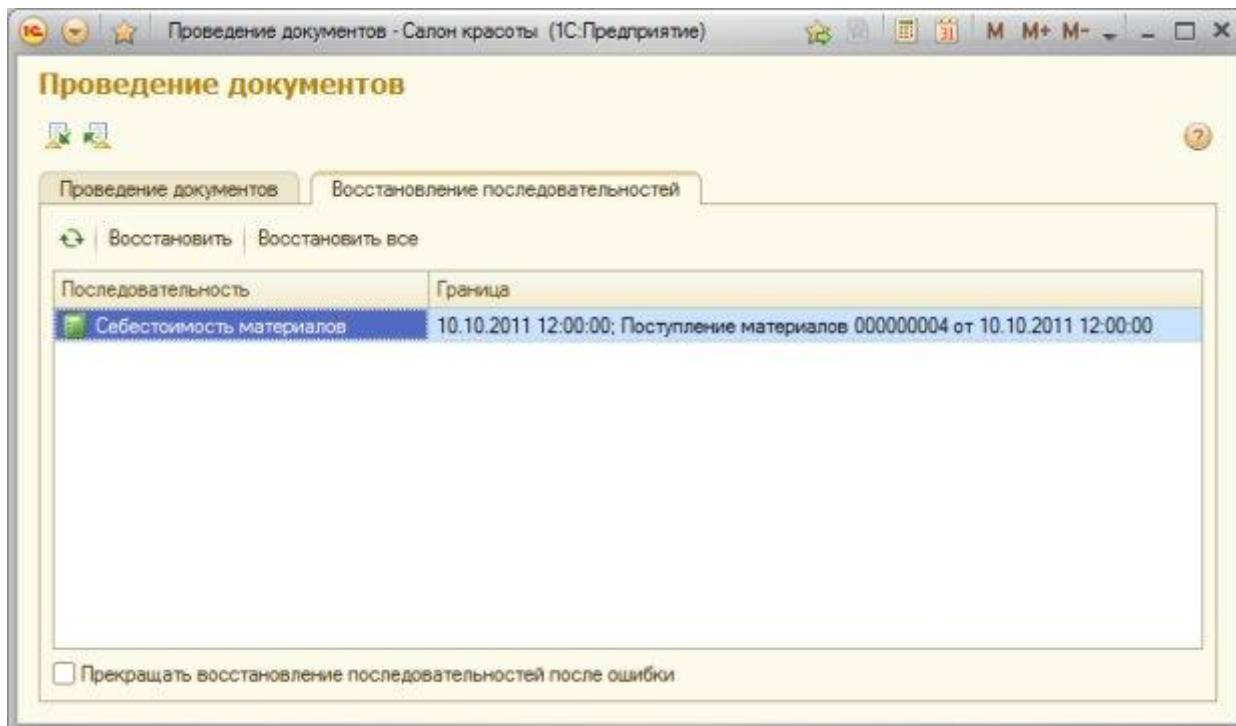

Рисунок 17.7- Перемещение границы последовательности при вводе документа в прошлом периоде
13. Здесь мы видим, что граница последовательности установлена на документ **Реализация материалов** от 13.10.2011. Введем документ **Поступление Материалов**, например, от 10.10.2011. Это приведет к такому состоянию последовательности, рисунок 17.7.